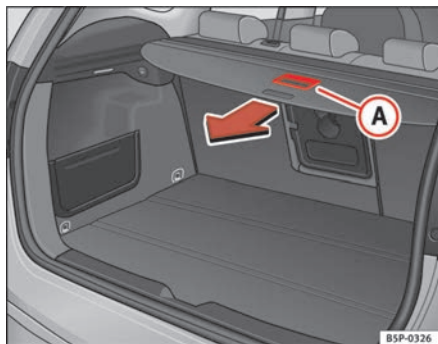

Abb. 124 Betätigung der Ablage
- Ziehen Sie die Ablage am Griff **(A)** nach hinten, bis Sie ein „Klick“ hören ⇒ Abb. 124.